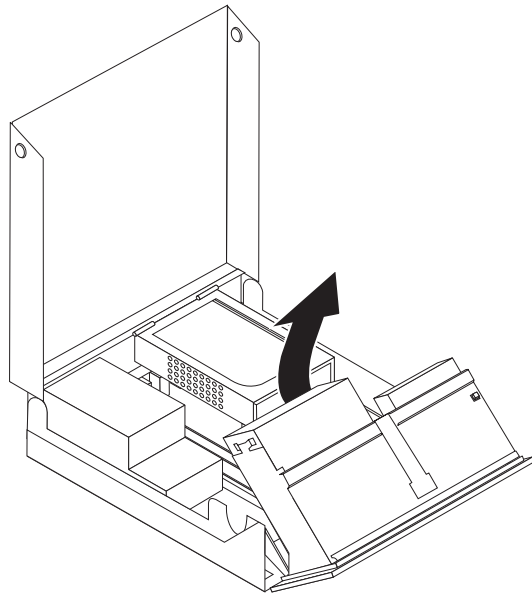

Figura 18. Acceso a la placa del sistema
3. Gire el conjunto de bahías de unidades hacia arriba para poder acceder a la placa del sistema. Consulte la Figura 18 en la página 25.